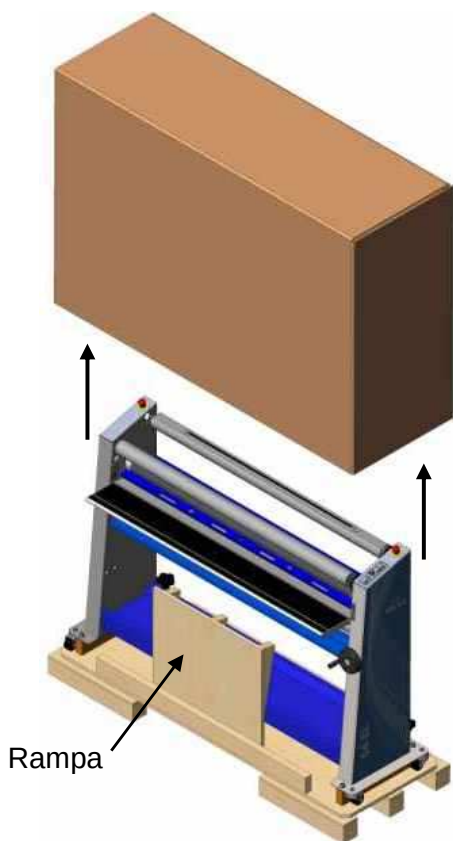

Figura 2
2. Con la ayuda de otra persona y con cuidado, levante la caja hacia arriba y saque la máquina (Observe la figura 2).